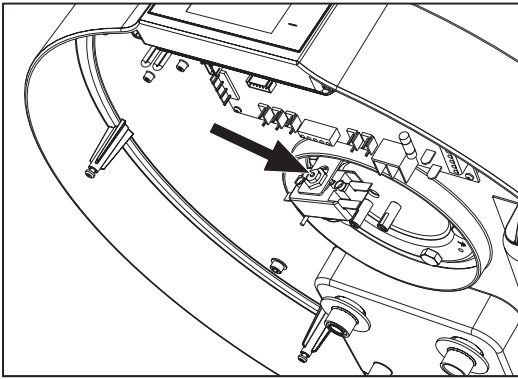

Abb. 44 - Zurücksetzen des Sicherheitsthermostats
- Setzen Sie das ausgelöste Sicherheitsthermostat manuell zurück (Abb. 44). Im Fall eines Auslösens steht der zentrale Stift des Thermostats um ungefähr 2 mm heraus.